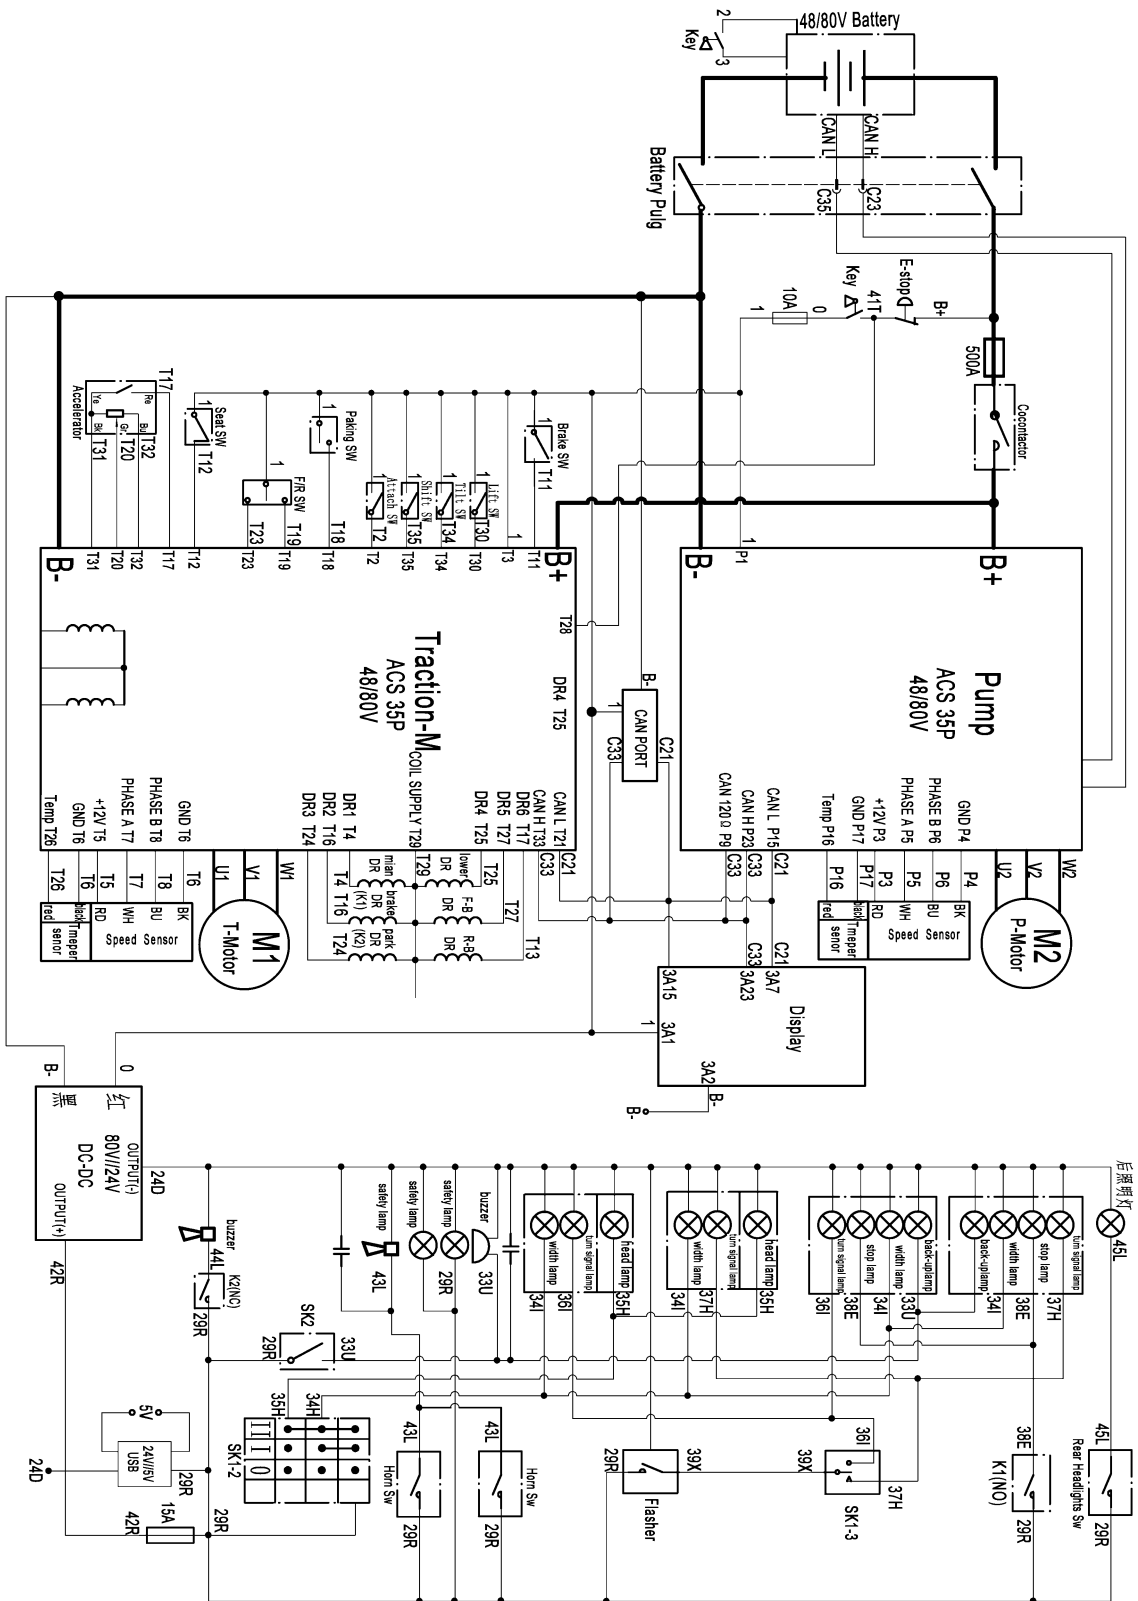

Рисунок 2-13 Электрическая схема – контроллер Inmotion
4.2.2. Электрическая схема – контроллер Inmotion (рис. 2-13)